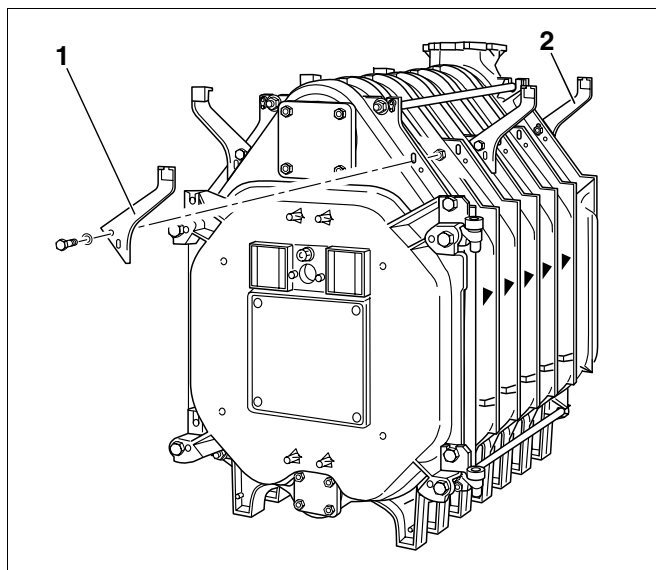

Fig. 35 Montage - Consoles
Les consoles situées sur l'élément avant et sur les éléments intermédiaires (fig. 35, **pos. 1**) doivent toujours être vissées par l'avant sur les ailettes des éléments de la chaudière. Les consoles de l'élément arrière (fig. 35, **pos. 2**) doivent être vissées par l'arrière sur les ailettes de l'élément arrière.